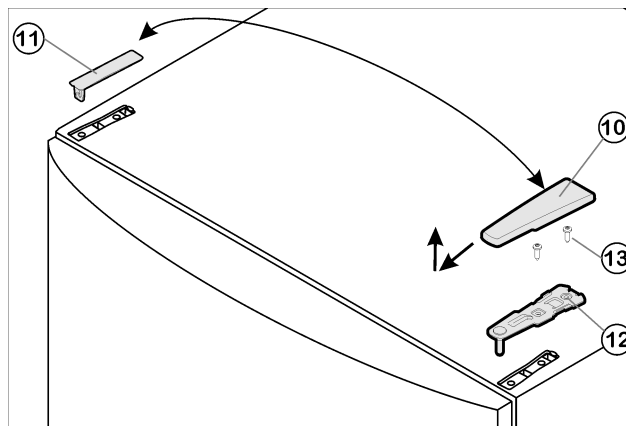

Fig. 4
- Потяните крышку Fig. 4 (10) вперед и вверх.
- Снимите крышку Fig. 4 (11).
- Открутите верхний опорный кронштейн Fig. 4 (12)(2 шт. Torx® 25) Fig. 4 (13) и вытяните вверх.
- Установите верхний опорный кронштейн Fig. 4 (12) на новой стороне шарнира и защелкните в дверце.
- Прикрутите верхний опорный кронштейн Fig. 4 (12) (с моментом 4 Нм) (2 шт. Torx® 25) Fig. 4 (13). При необходимости проделайте отверстия или используйте аккумуляторную отвертку.
- Защёлкните крышку Fig. 4 (10) и крышку Fig. 4 (11) на противоположной стороне.